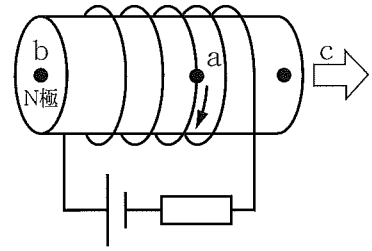

図3
- (1) 図3は、図中の3点についてそれぞれ、a点の電流の向き、b点の磁極、c点の磁界の向きを表している。a～cの向き、磁極が正しければ（正）、誤っていれば（誤）とすると、正しい組み合わせはどれか。最も適するものを、次の解答群1～5から選びなさい。